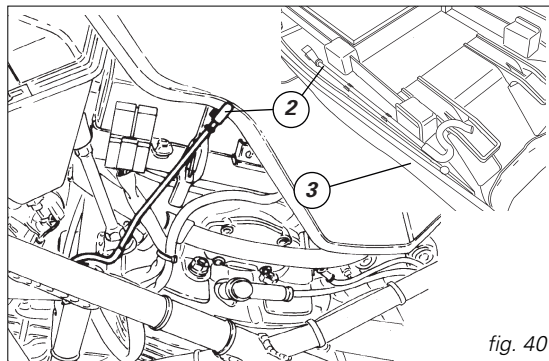

fig. 40
Rimuovere la sella (pag. 28), sollevare il gancio (1). Sollevare il serbatoio e sganciare l'astina (2, fig. 40) di servizio dalla propria sede sotto alla sella. Appoggiare il serbatoio sull'astina di servizio. Per rimontarlo eseguire le operazioni descritte in ordine inverso.